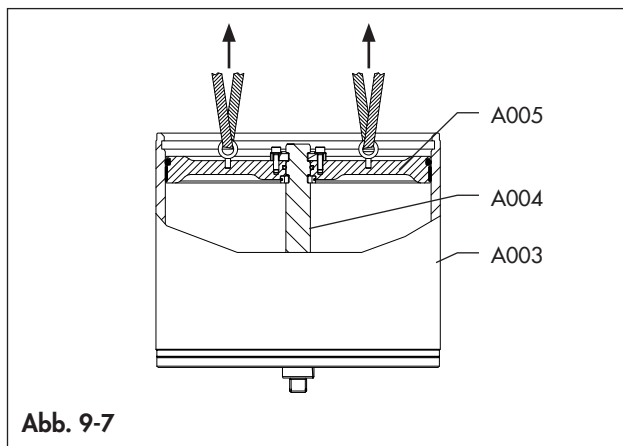

Abb. 9-7
- Entfernen Sie den Kolben (A005) zusammen mit der Welle (A004) mit Hilfe von Ringschrauben aus dem Zylinder (A003). (Abb. 9-7)